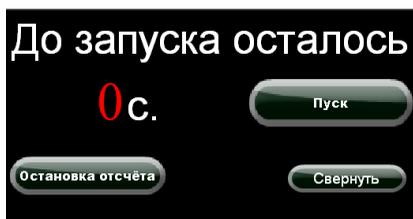

Рисунок 12 – Окно пуска
8.13 При поступлении сигнала «Пуск» или сигнала «Пожар» откроется окно пуска (рис. **Рисунок 12**), в котором будет происходить обратный отсчёт времени до запуска.